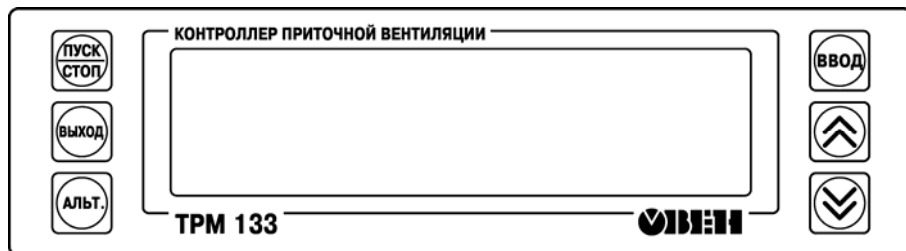

Рисунок 3.1 – Элементы индикации и управления
3.1.2 На верхней панели прибора находятся: ЖКИ и кнопки для управления работой прибора (рисунок 3.1).